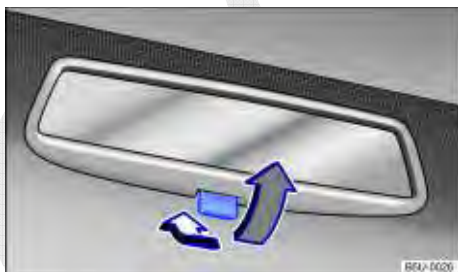

Fig. 75 No para-brisa: espelho retrovisor interno com antiofuscante manual.
- Posição noite: puxar a alavanca ⇒ Fig. 75 (seta cinza), para evitar o ofuscamento dos faróis dos veículos que trafegam atrás.
Legenda para ⇒ Fig. 75: